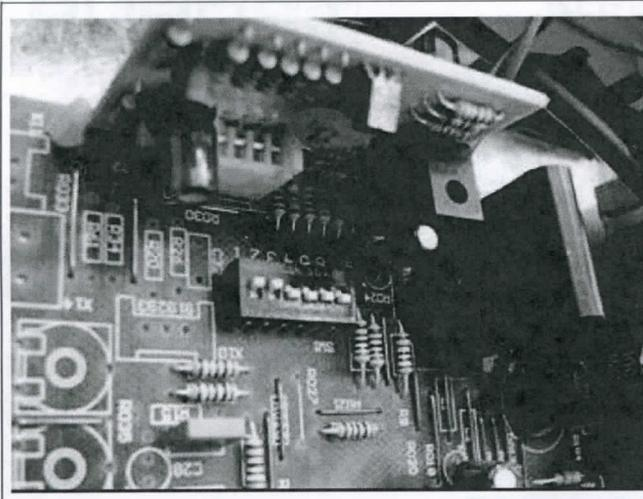

Fig. 3 - Pic. 3
3. Rimuovere la schedina del comando remoto (**Fig. 3**).